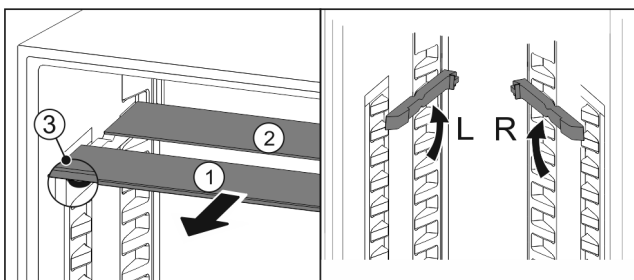

Fig. 19
- ▶ Extrageți Fig. 19 (1) pe rând plăcile de sticlă spre înainte.
- ▷ Placa de sticlă Fig. 19 (1) cu șipca decorativă se află în față.
- ▷ Opritoarele Fig. 19 (3) indică în jos.